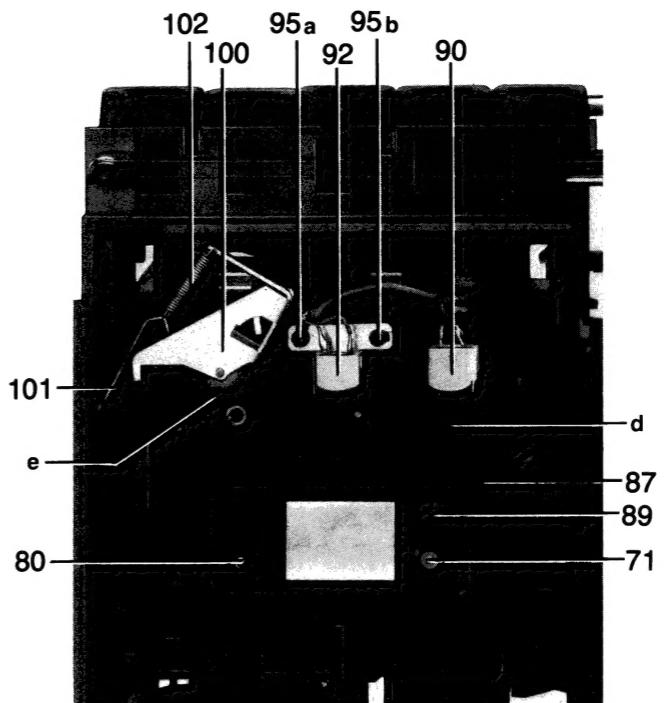

Bild 4
3. Kopf wechseln (Bild 4)
Wird dieser Wert nicht erreicht, ist die Grundbremsfeder 89 (Bild 4) zu wechseln. Dazu den Kopfschlitten 87 ausbauen.
10. Andruckrollenhebel (Bild 4)